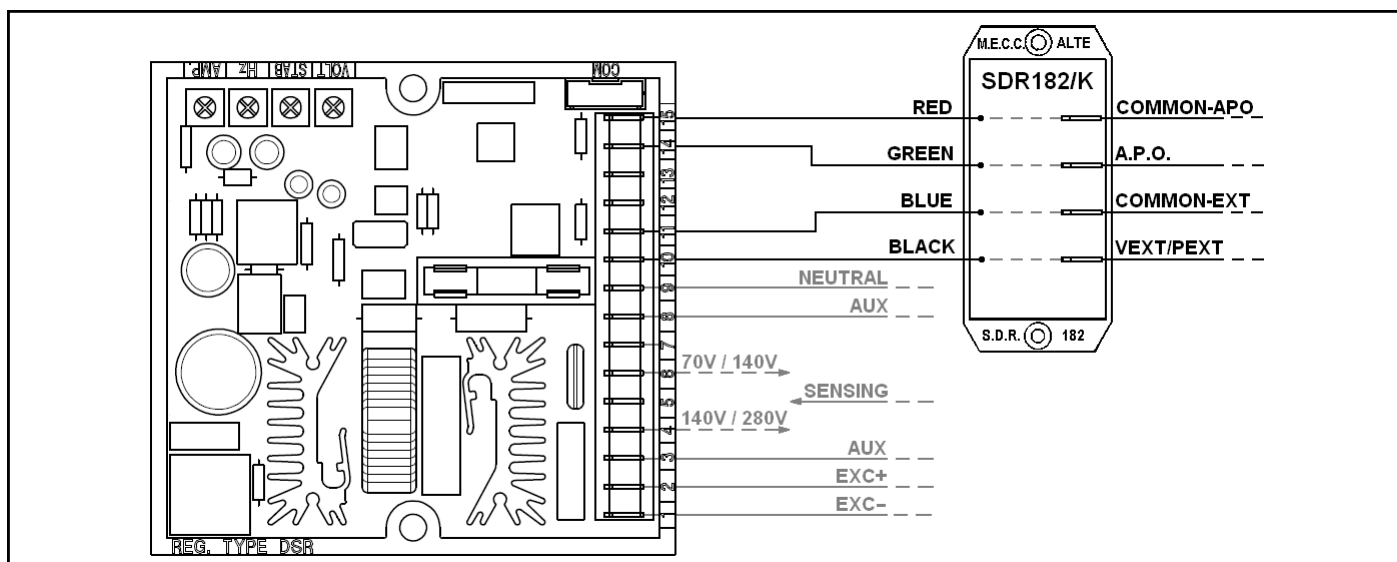

Fig. 4: Connessione filtro EMI SDR182/K
NOTA (2) con filtro EMI SDR 128/K esterno, vedi Fig.4 (3m senza filtro EMI)